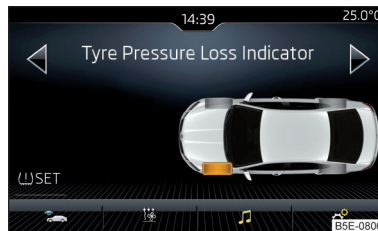

Fig. 296
- Pulsar la superficie funcional (U) SET » fig. 296.
En caso de las luces de control iluminadas  en el cuadro de instrumentos pueden mostrarse en el Infotainment los neumáticos afectados » fig. 296.